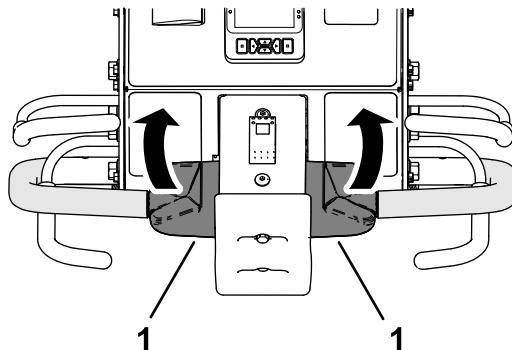

Figura 38
- Tenendo in posizione la barra di presenza dell'operatore e la barra di arieggiatura, ruotate all'indietro la parte superiore del comando di trazione (Figura 38).